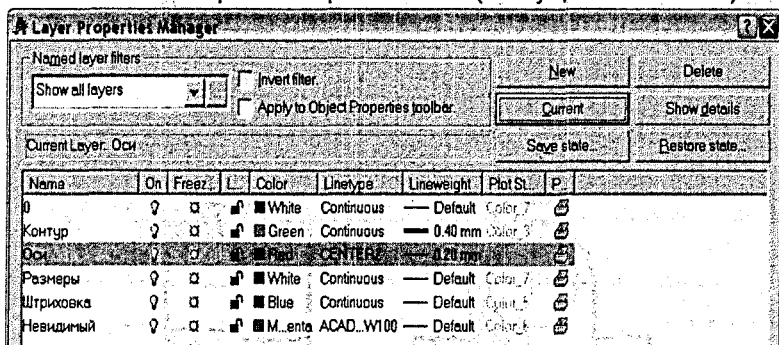

Рис. 3. Диалоговое окно Настройка свойств слоя (Layer Properties Manager)
2. Создать новые слои и установить их параметры в соответствии с рис.3.